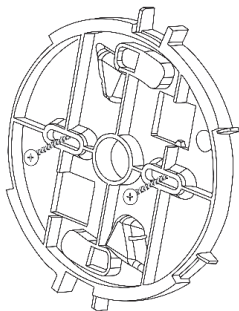

Figura 3
3. Use os furos do suporte como molde e fixe o suporte na superfície de instalação (veja Figura 3).